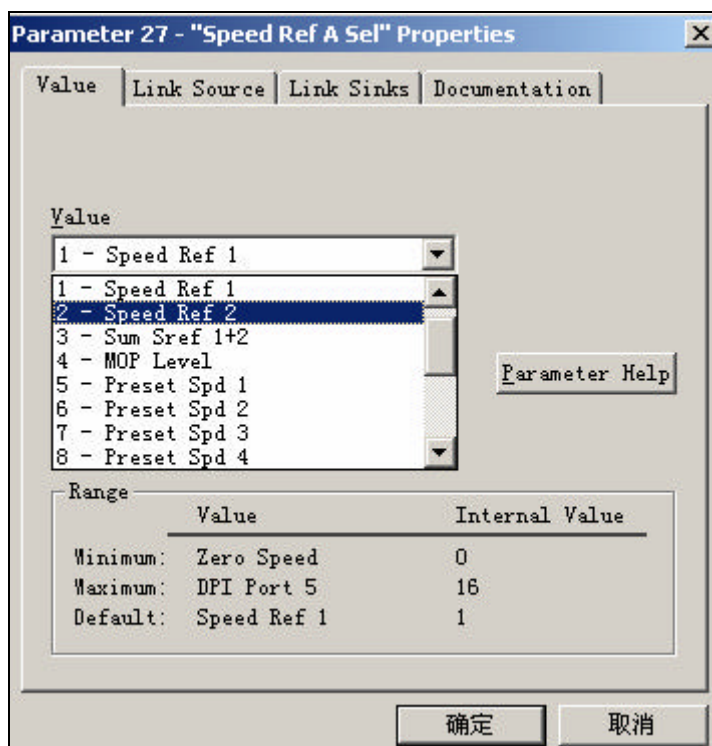

图 6-37 设置速度给定 A
26) 此时已经将 #2 变频器的参数 12[Speed Ref 2]设置为接收 #1 变频器的手轮编码器的速度反馈，但在 2 # 变频器中还要将参数 27[Speed Ref A Sel]设置为使用参数 12[Speed Ref 2]的数值，因为参数 27[Speed Ref A Sel]才是变频器的最终速度给定参数。参数设置方法如图 6-37 所示。